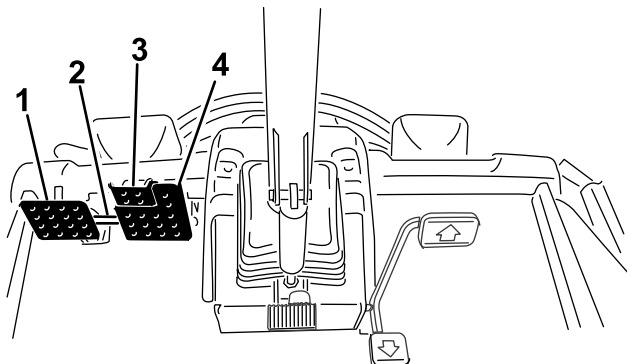

Bild 30
- Lösen Sie den Pedalsperriegel (Bild 30).